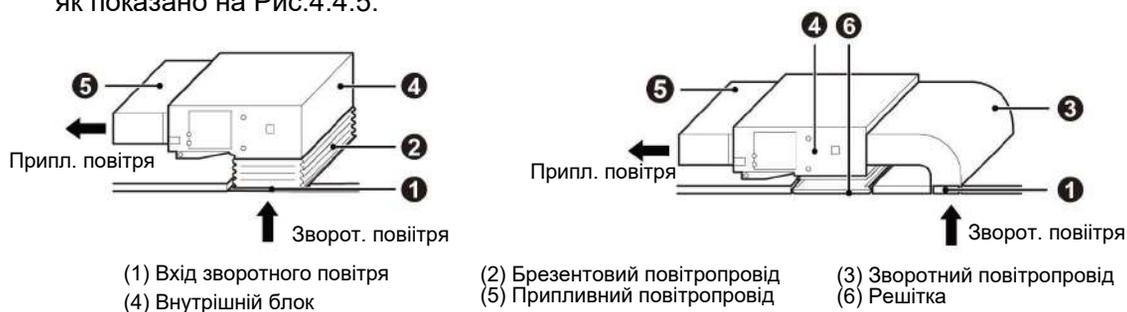

Рис.4.4.5
- (2) Якщо потрібне щоб зворотне повітря йшло знизу, просто змініть місце прямокутного фланця та кришки зворотного повітря.
- (3) Приєднайте один кінець каналу зворотного повітря до вихідного отвору зворотного повітря пристрою за допомогою заклепок, а інший – до жалюзі зворотного повітря. Для зручності вільно регулювати висоту стане в нагоді виріз у полотняному каналі, який можна зміцнити і скласти залізним дротом 8#.
- (4) У режимі нижньої подачі повітря, ймовірно, створюватиметься більше шуму, ніж у режимі задньої подачі повітря, тому для мінімізації шуму рекомендується встановити глушник і коробку статичного тиску.
- (5) Спосіб монтажу слід обирати з урахуванням умов будівлі та обслуговування тощо, як показано на Рис.4.4.5.